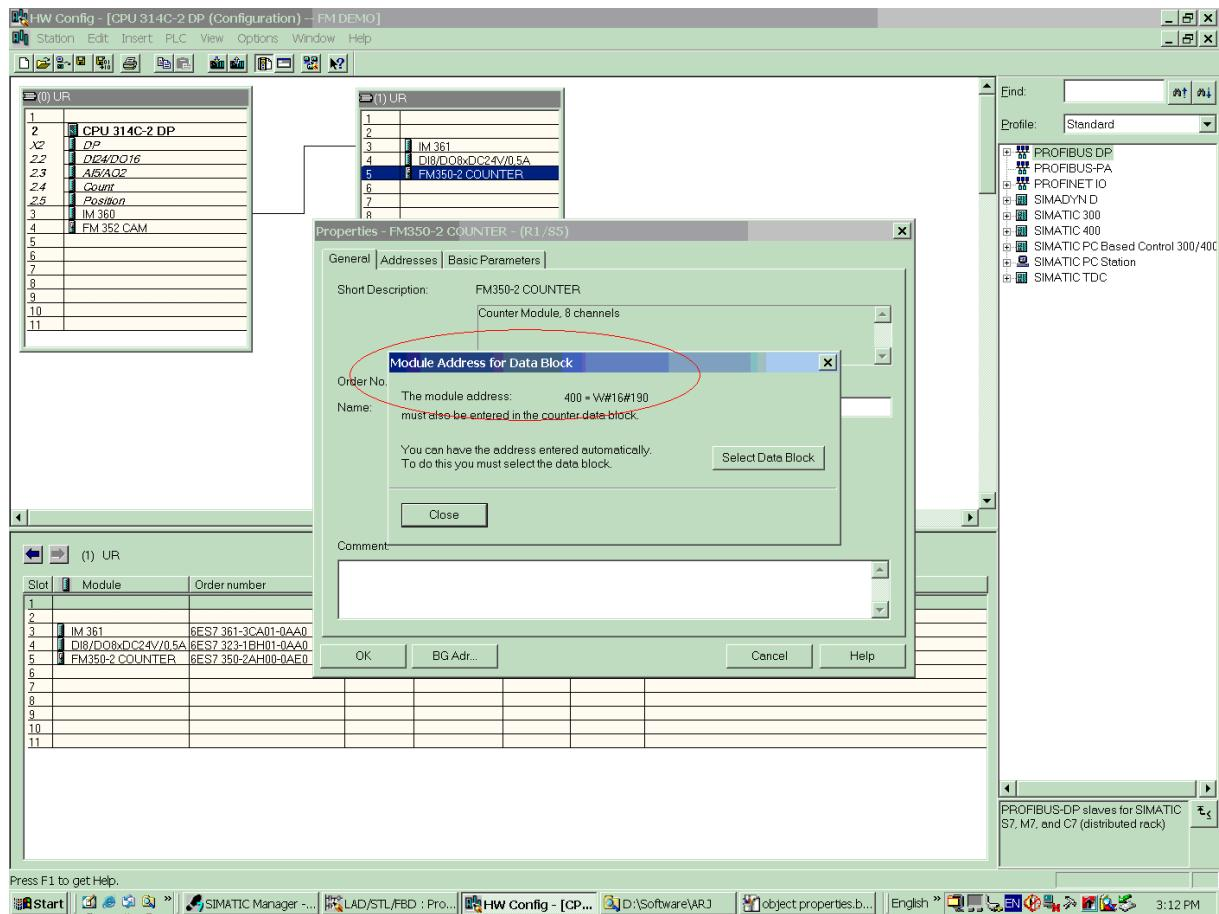

图 5
- 在 Object Properties 中，点击 Basic Parameters，可以看到一个窗口“Module address for data block”，你可以点击“Select data block”，选择自己项目中已经生成的 data block，如图 5。